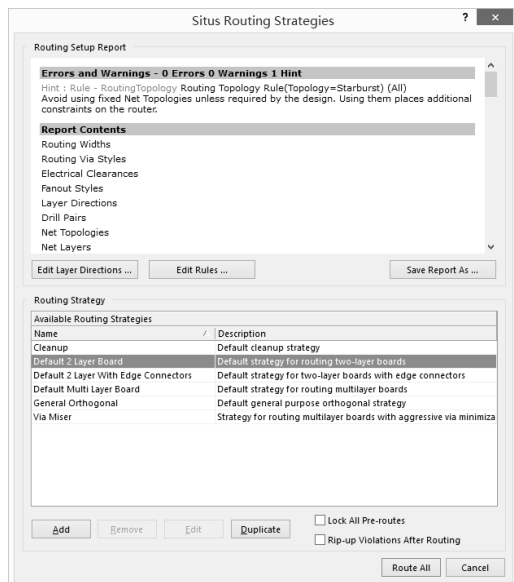

图 3.3.19 “Situs Routing Strategies (布线策略)”对话框
(1) 选择“Auto Route(自动布线)”“All(全部对象)”命令,系统弹出“Situs Routing Strategies (布线策略)”对话框,如图 3.3.19 所示,该对话框显示“有效布线策略”,一般情况下均采用系统默认值,单击“Route All”按钮即可。